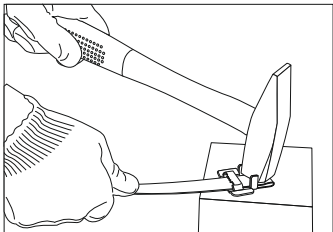

Рисунок 5
4.2 Вставьте конец стальной ленты в паз скрепы на глубину 5 см, как показано на рисунке 4, и загните при помощи молотка этот отрезок на скрепе (рисунок 5).